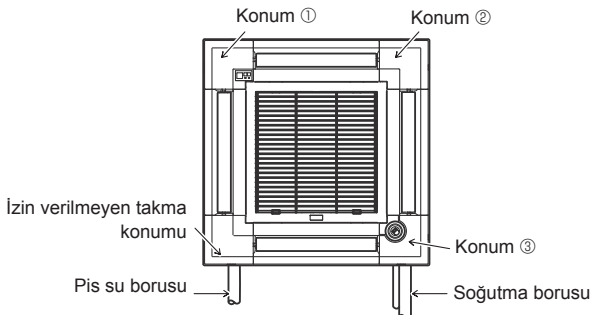

Fig. 9-11
Sinyal alıcısı köşe paneli, ana ünitenin drenaj borusu tarafına takılamaz. (Fig. 9-11'e bakın)
- i-see sensor köşe panelinin ① nolu izgaraya ③ nolu vidayla takılması gerekir.
* Eğer i-see sensor konumu varsayılan konumundan (konum ③) farklı bir konuma değiştirildiyse anahtar ayarlarını değiştirin. (Sayfa 203 ve Fig. 9-11'e bakın)
- i-see sensor köşe paneli ana ünite için pis su borusu tarafına takılamaz. (Fig. 9-11'e bakın)
- Konum ①: Varsayılan sinyal alıcısı konumu (Hava çıkışı tanımlama işaretleri □/□□□)
- Konum ②: (Hava çıkışı tanımlama işaretleri □/□□)
- Konum ③: Varsayılan i-see sensor konumu (Hava çıkışı tanımlama işaretleri □□/□□□)